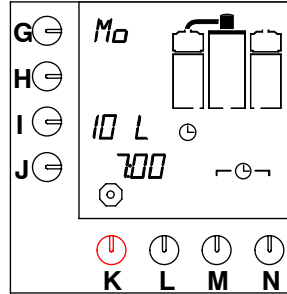

Fig. 15 Timer della modalità di attesa
- Sullo schermo inizia a lampeggiare l'orologio e la macchina preparerà il caffè all'orario impostato. Sullo schermo viene visualizzata la modalità di attesa (fig. 15).